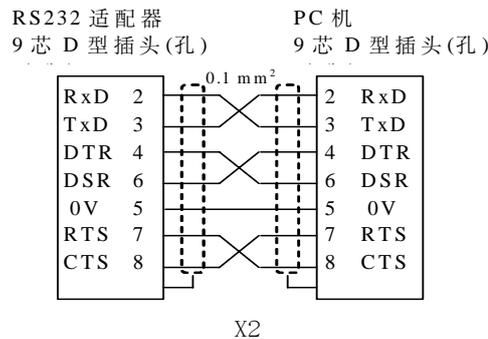
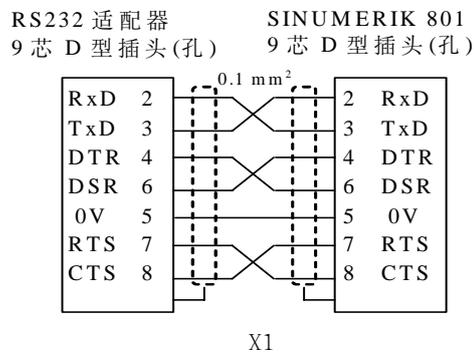

图 2-18 连接图 1 (PC 机串行口为 9 芯插头)
图 2-20 连接图 3
- (1) 图 2-18 ~ 图 2-20 中所标注的 X1/X2 均为 RS232 适配器本身所具有的接口。其中 RS232 适配器与 PC 的通讯接口为 X2，与 SINUMERIK 801 的通讯接口为 X1;
- (2) SIEMENS 可以提供通讯电缆(9 芯到 9 芯的 D 型插头)，其订货号为：6FX8002-1AA01-1..0;
- (3) 有关使用说明：RS232 隔离器允许的最大通讯波特率为 9600，连接 PC 以及 SINUMERIK 801 的两个电缆的长度均不得超过 15 米。